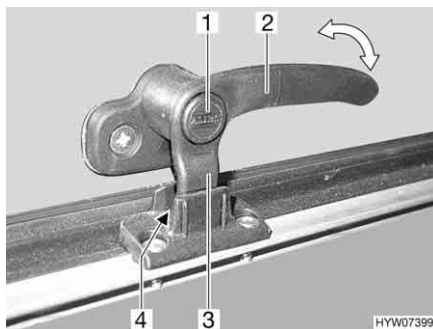
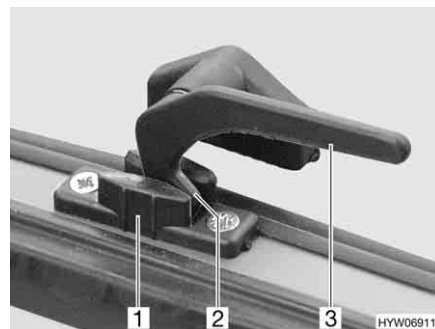

Bild 97 Låsarm med låsknapp i läget
Bild 98 Låsarm i läget "kontinuerlig
- I läget "kontinuerlig vädring" (Bild 97 och Bild 98)
- Tryck på låsknappen (Bild 97,1) om sådan finns och håll den nedtryckt.
- Vrid alla låsarmar (Bild 97,2 eller Bild 98,3) ett kvarts varv mot luckans mitt.
- Vrid tillbaka alla låsarmar. Därvid måste låsspaken (Bild 97,3 eller Bild 98,2) föras in i spåret på lucklåset (Bild 97,4 eller Bild 98,1).